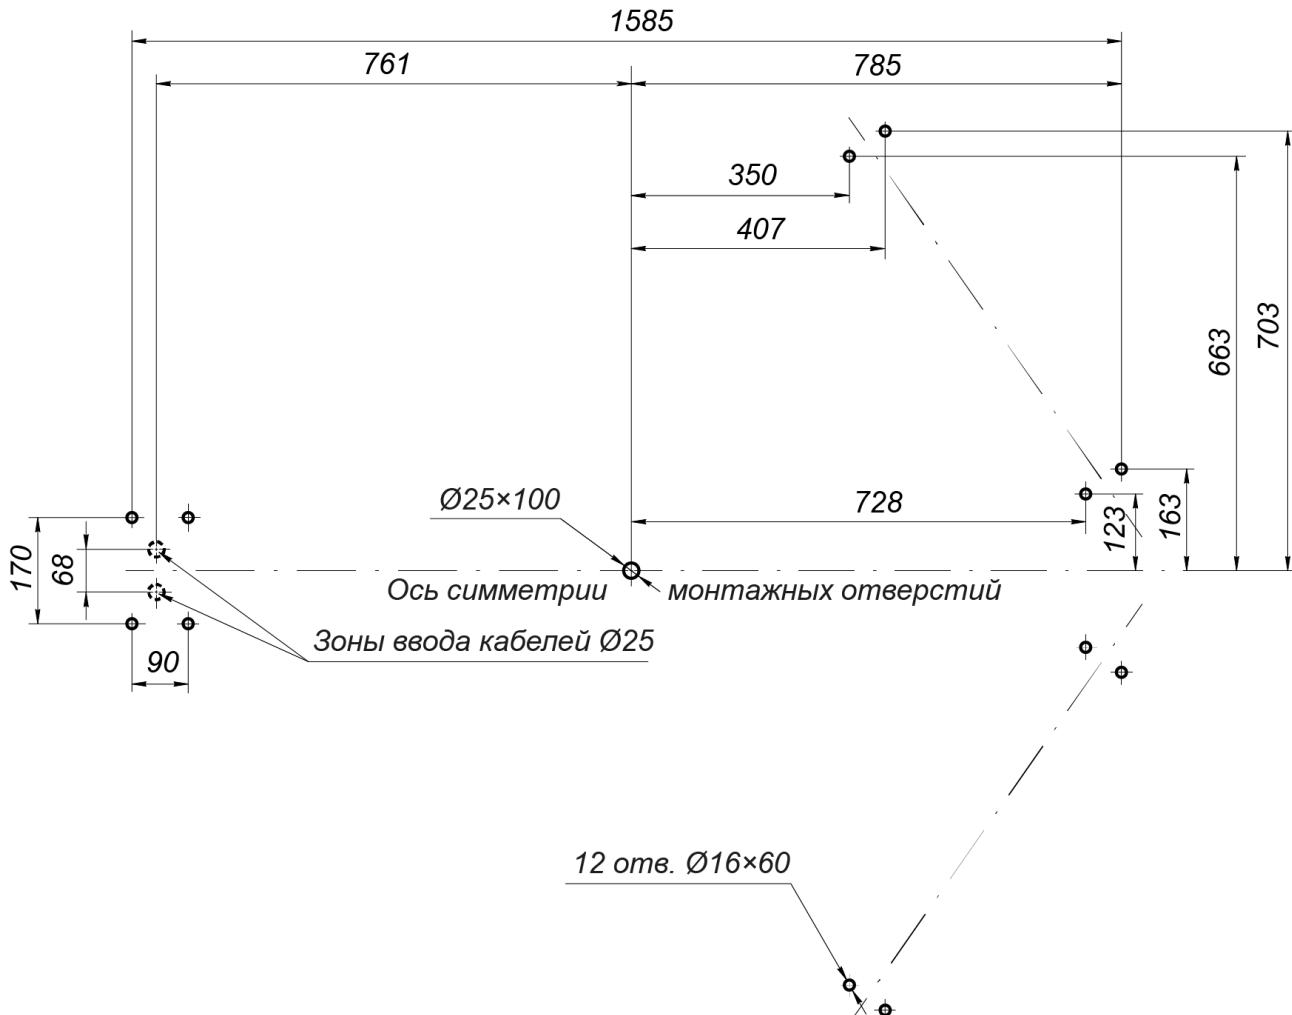
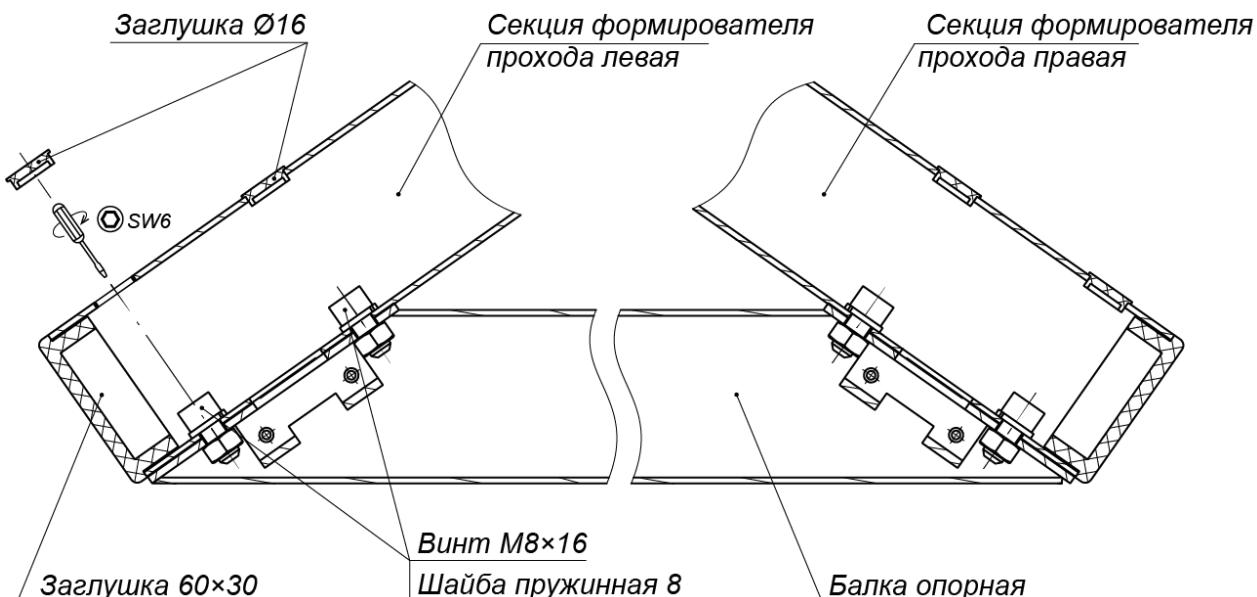

Рисунок 12. Схема разметки для монтажа турникета
Рисунок 13. Крепление балки опорной (7) к секциям (6) формирователя прохода
3. Выполните на установочной поверхности разметку отверстий для монтажа турникета. Используйте шаблон из комплекта поставки, но затем обязательно проверьте истинность расстояний в соответствии с рис. 12.
- Установите секции (6) формирователя прохода на установочную поверхность, ориентируя отверстия в опорных фланцах по расположению анкеров. При этом левая и правая секции должны быть правильно выставлены и сориентированы: блоки индикации формирователей должны быть развернуты от оси симметрии (см. рис. 12) и учтено расположение на секциях мест крепления опорной балки (см. рис. 13).
9. Установите балку опорную (7) на секции (6) формирователя прохода:
- Закрепите балку опорную на секциях формирователя прохода четырьмя болтами M8×16 (ключ SW6) из комплекта сборочно-монтажных принадлежностей (ящик №4). При уличном монтаже стыки опорной балки с секциями формирователя прохода рекомендуется герметизировать, используя атмосферостойкий силиконовый герметик по инструкции производителя (см. рис. 13).
10. Распакуйте стойку с преграждающими планками (5) (ящик №4).
11. Установите стойку с преграждающими планками (5) (работайте вдвоем!):
- Для варианта прокладки кабелей питания и управления через кабельные каналы в установочной поверхности снизу: положите стойку с преграждающими планками (5) на установочную поверхность таким образом, чтобы опорный фланец находился рядом с зоной отверстия A. Затем, используя монтажную проволоку, протяните кабели через нижнее отверстие в преграждающей стойке со стороны фланца вверх по стойке до ее верхнего отверстия. Выпуск кабелей на выходе из верхнего отверстия должен составлять 0,8 - 1,0 м. Временно зафиксируйте концы кабелей на верхней планке преграждающей стойки (к примеру, с помощью липкой ленты).
- Установите стойку с преграждающими планками на отверстия с анкерами в установочной поверхности по оси симметрии, при этом фланец должен встать на зону A, а место нижнего узла вращения (3) – на отверстие с анкером M16 (см. рис. 12).
- Проверьте вертикальность положения ротора с помощью уровня. При необходимости устраните отклонение от вертикальности путем смещения балки привода (8) в пределах допуска монтажных отверстий под шпильки и болты. Окончательно затяните болты и гайки крепления балки привода.
17. Окончательно затяните анкерные болты крепления к установочной поверхности опорных фланцев стойки с преграждающими планками (5) и фланцев секций (6) формирователя прохода. При возникновении перекосов в силовых элементах конструкции турникета допускается использовать монтажные прокладки.
19. Закройте пластиковыми заглушками Ø16 отверстия для болтов соединения секций ротора (2) и отверстия крепления балки опорной (7) к секциям (6) формирователя прохода (см. рис. 13 и 20).